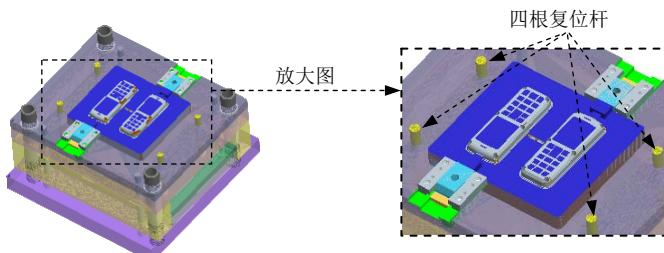

图 31.91 定义复位杆
Step3. 定义复位杆。单击**EMX 工具**功能选项卡**顶杆**控制区域中的**定义**按钮，系统弹出“顶杆”对话框；在对话框中的**DM1直径**下拉列表中选择12.0，取消选中**自动长度**复选框，在**LG1长度**下拉列表中选择125，在对话框中选中**按面组/参照模型修剪**复选框；单击对话框中的**(1)点**按钮，系统弹出“选择”对话框，选择**Step1**创建的任意一点，然后单击“完成”按钮，结果如图31.91所示；单击**EMX 常规**功能选项卡**视图**控制区域中的**显示**▼按钮，在弹出的快捷菜单中选择**动模**。